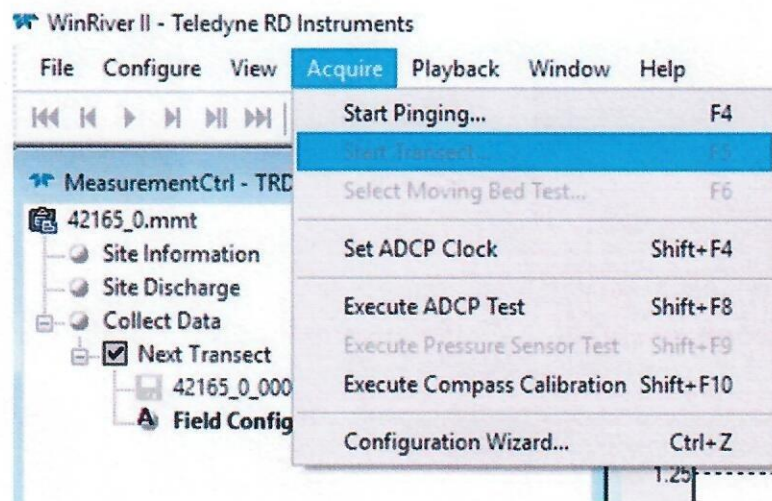

Fig. 15
b) Din meniul Acquire alegem obținea Start Transect (fig. 15)